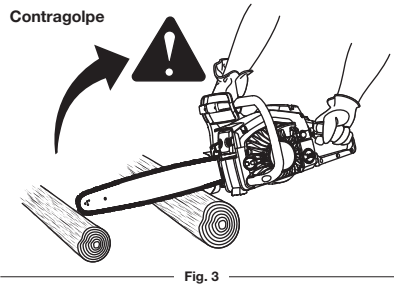

Fig. 3
- **NO** deje nunca que la punta de la barra guía se ponga en contacto con ningún objeto como un tronco, rama, el terreno ni cualquier otra obstrucción. Al cortar, quite o evada cualquier obstrucción que pudiera impactar la punta de la barra guía (Fig. 3).